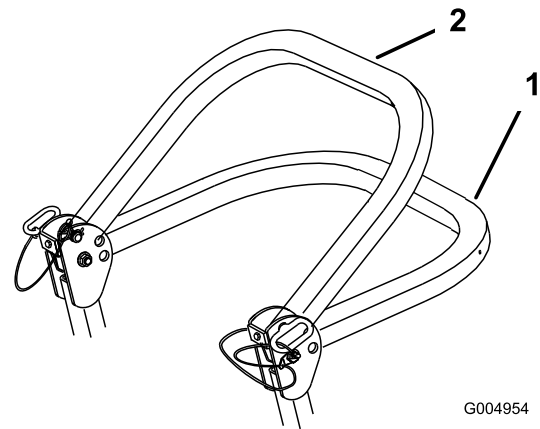

Figura 7
2. Coloque la barra anti-vuelco en la posición de bajada. Hay dos posiciones de bajada. Vea las posiciones en Figura 7.